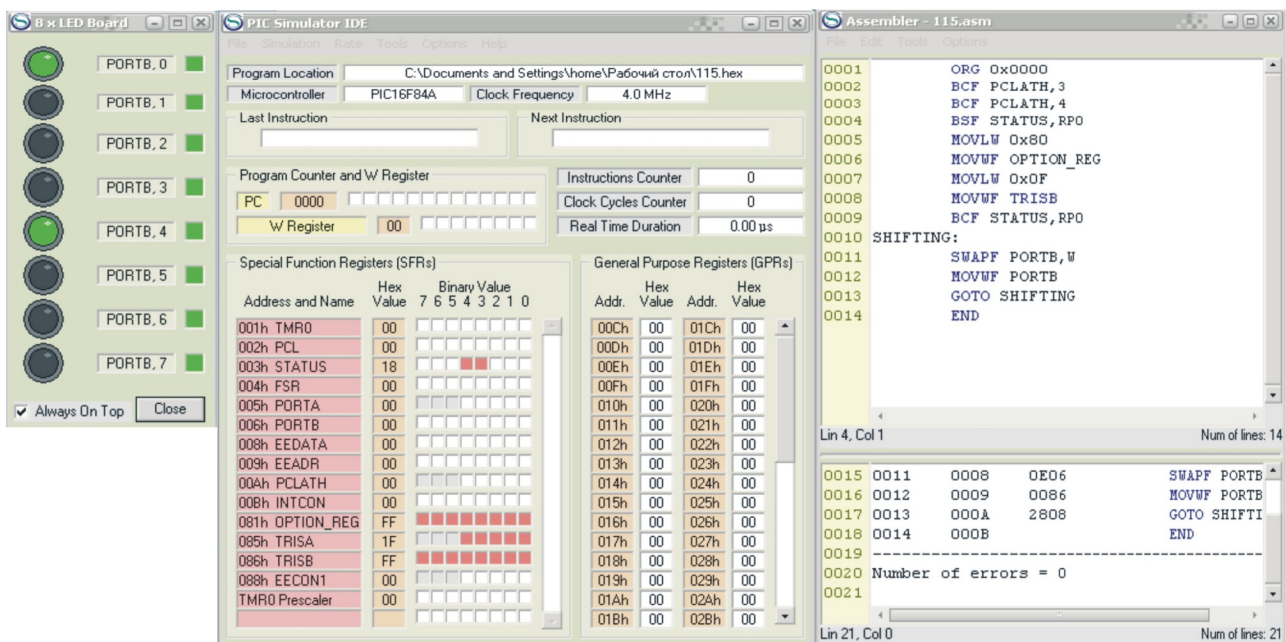

Рис. 7 Вигляд інтерфейсу симулятора з програмою та панеллю «8 x LED Board»
9. Натиснути Tools | 8 x LED Board. Відкриється вікно з панеллю, що містить вісім світлодіодів (рис. 7);